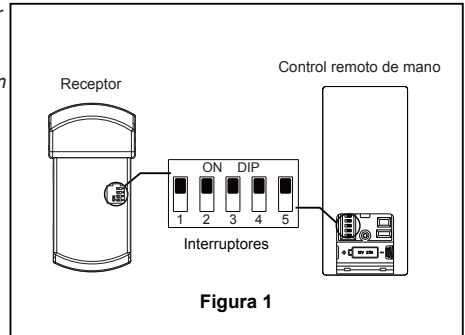

Figura 1
### Uso de perfil bajo (Figura 1)
1. Extraiga la pieza de la bola colgante de la unidad de la bola colgante / varilla aflojando el tornillo de presión de la bola colgante hasta que la bola se libere de la varilla. Retire el pasador del barral y luego extraiga la semiesfera. Conserve el pasador y la semiesfera para su reinstalación en el Paso 6. (Figura 1)
Para evitar una posible descarga eléctrica, asegúrese de cortar la alimentación eléctrica de la caja de fusibles principal antes de colgar el ventilador. (Figura 1)
1. Para configurar el código de unidad del receptor. Deslice los interruptores de código a las mismas posiciones que en el transmisor. (Figura 1)
- 1. Instale la cubierta rotando la ranura clave en la cubierta sobre el tornillo de hombro del soporte del gancho, teniendo cuidado de no pillar los cables. Fije el tornillo de hombro. Instale adecuadamente y fije el segundo tornillo de hombro que fue anteriormente guardado. (Figura 1)
- 1. Extraiga uno de los tres tornillos del soporte ubicado en la parte inferior de la unidad del motor. Guárdelos para después y afloje levemente los otros dos tronillos. (Figura 1)